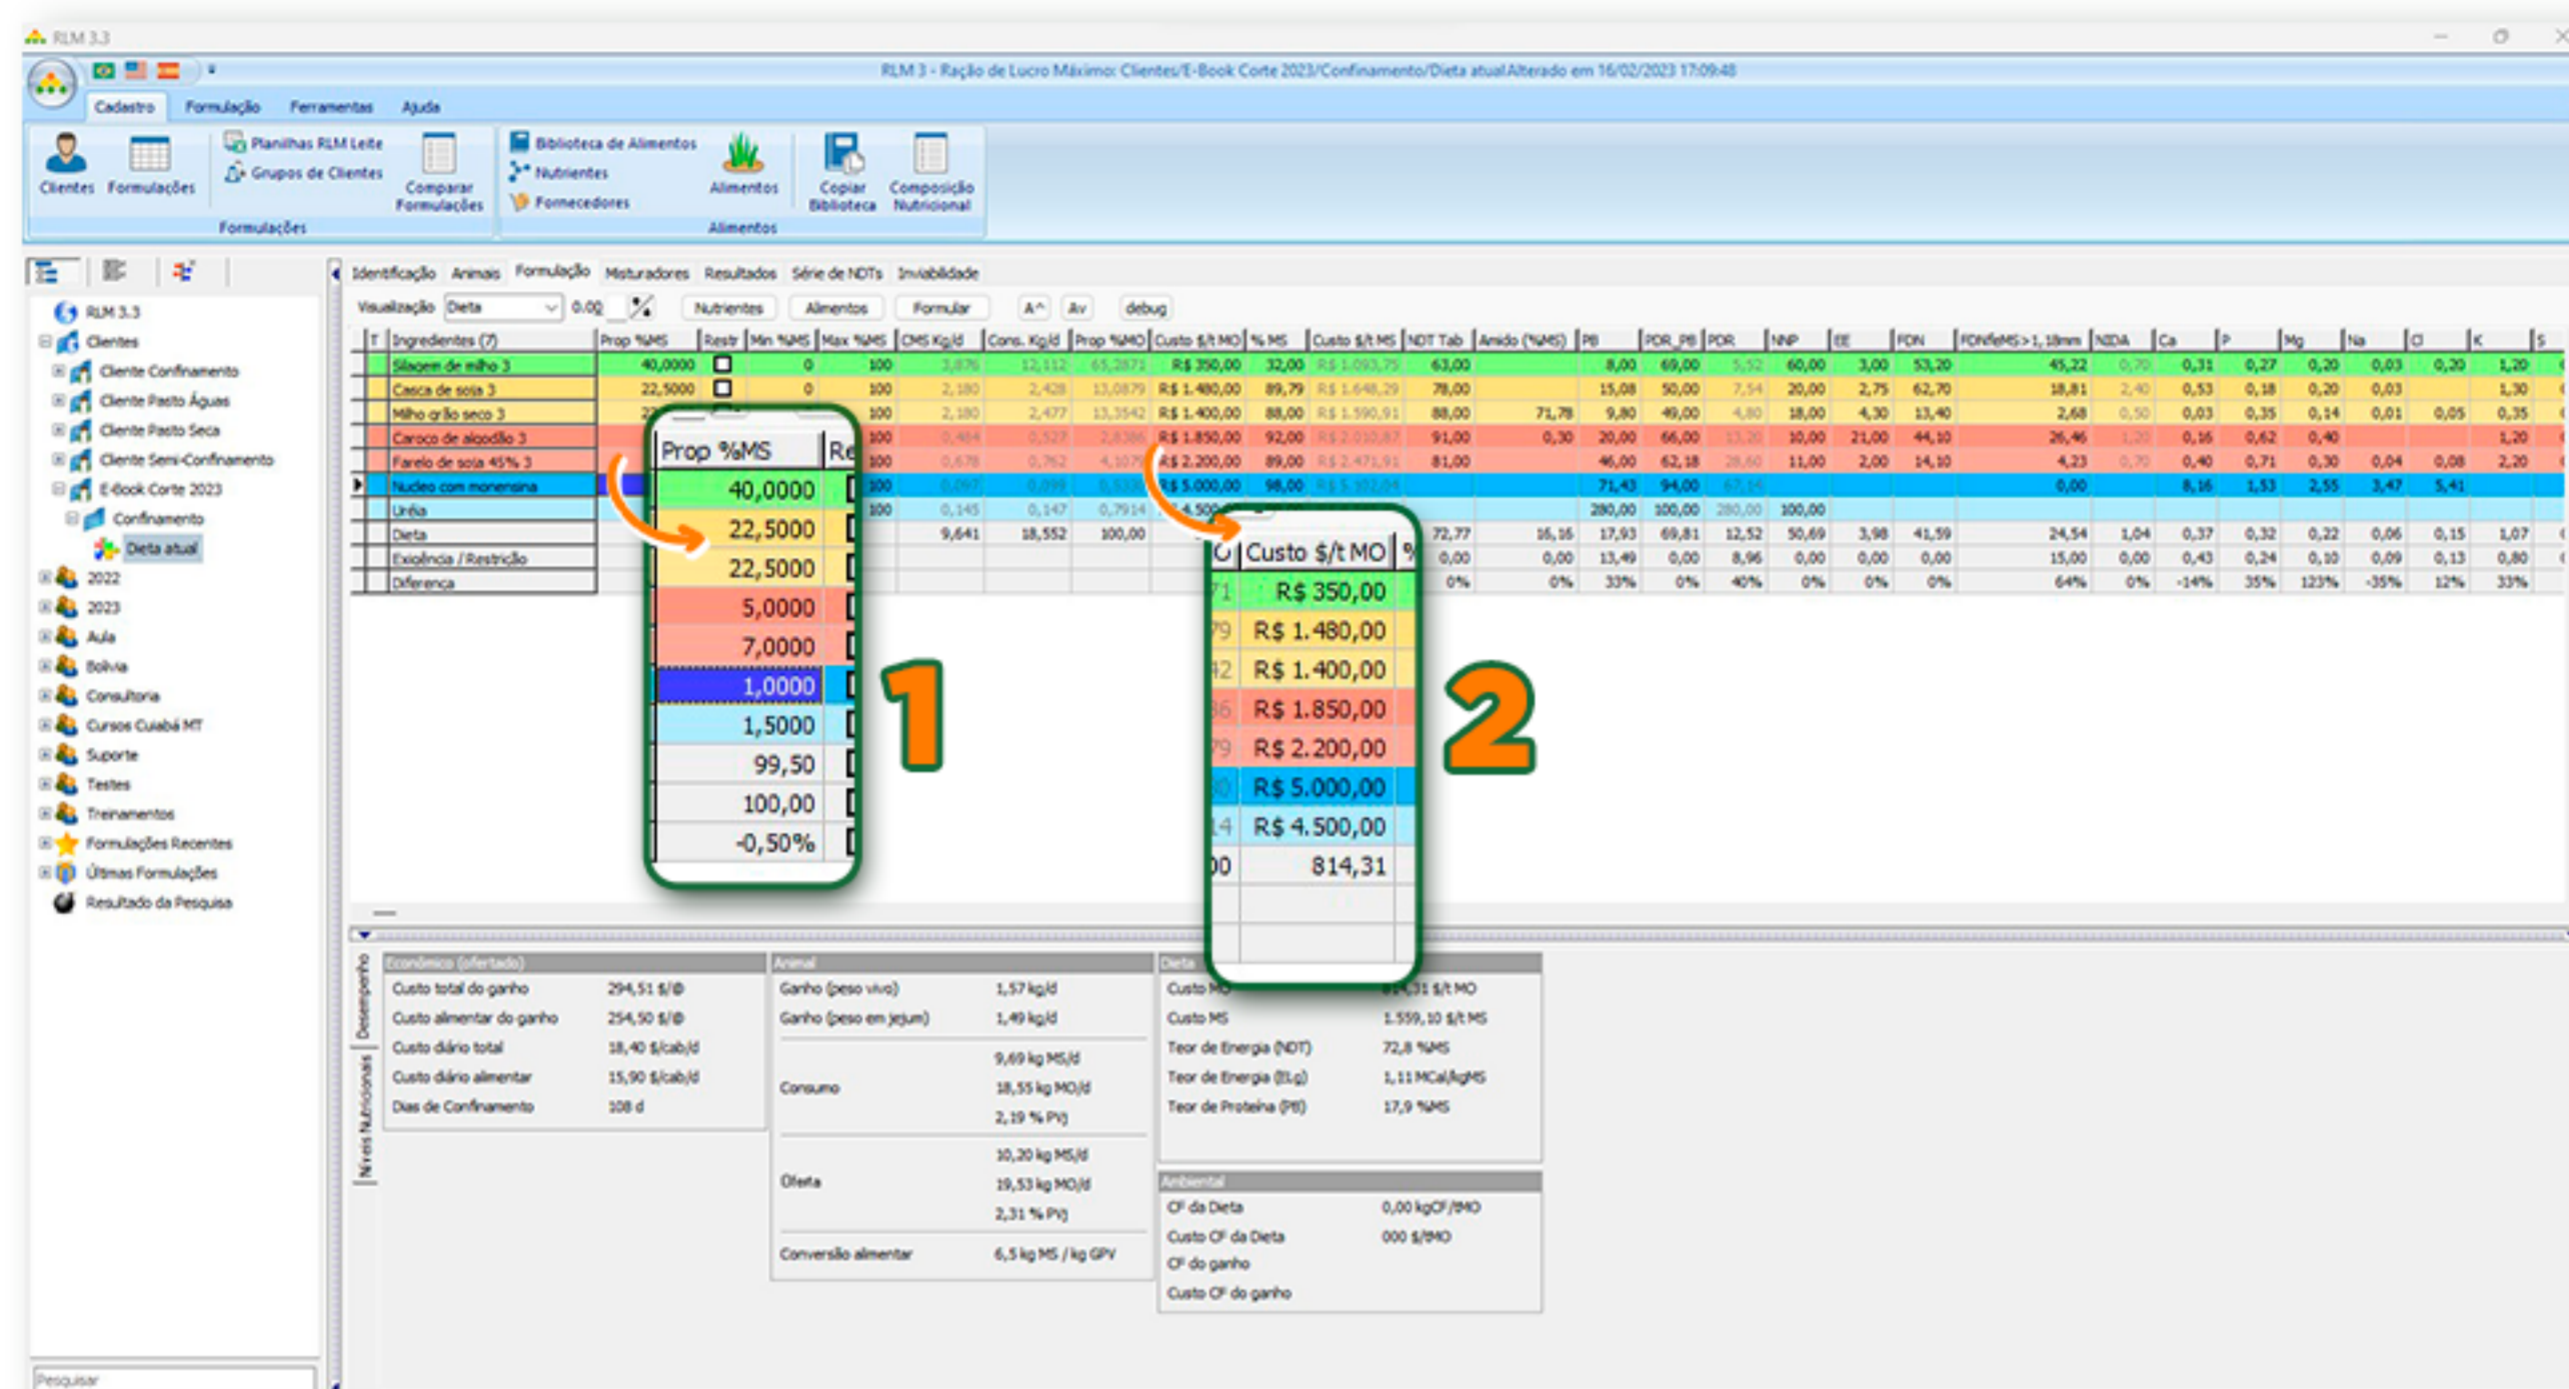

FIGURA 1.12 - PROPORÇÃO DA MATÉRIA SECA (% MS) E CUSTO DOS INGREDIENTES (\$/T MO)
Para definir a composição da dieta, basta inserir a porcentagem de cada alimento com base na matéria seca na coluna "Prop % MS", à direita do nome dos alimentos (1). Preencha com os percentuais sugeridos na Tabela 3 e atualize os preços (em R\$/t de MO) diretamente na formulação (2), tal como ilustrado na Figura 1.12.